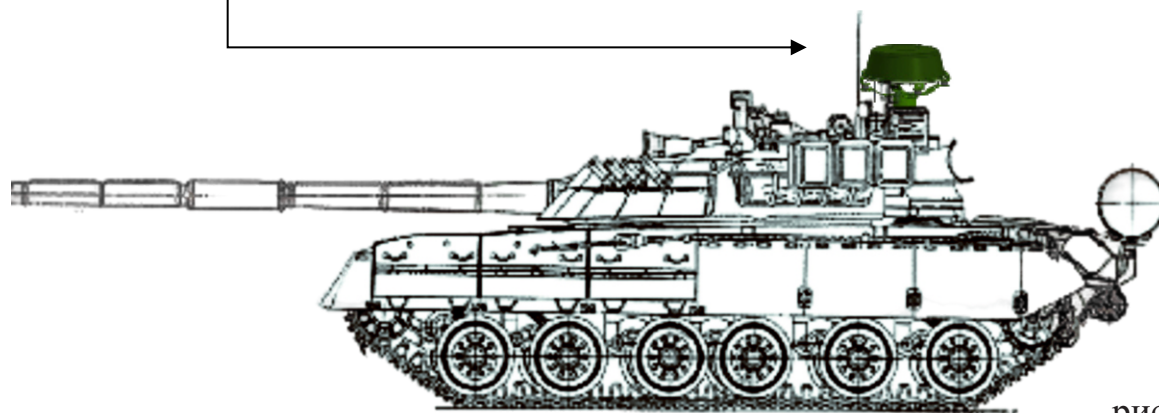

рисунок 3
-на корпусных элементах самоходной боевой техники используется сварка (рисунок 3).